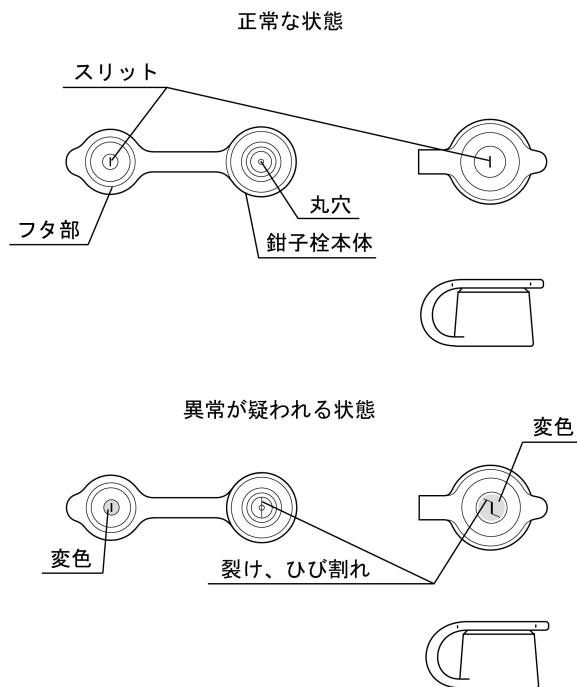

図 2
- 11.鉗子栓のフタ部のスリットまたは鉗子栓本体の丸穴に裂け、ひび割れ、変形、変色などの異常がないことを目視で確認すること（図 2 参照）。